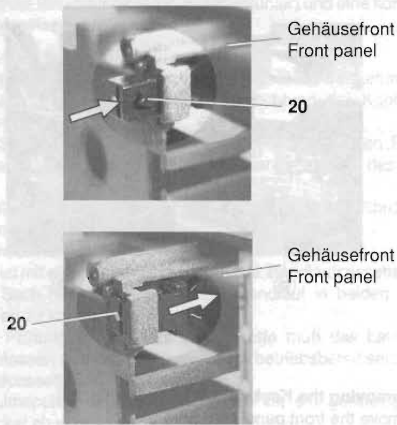

Fig. 17
- Druckschnapper **20** nach vorne aus der Halterung drücken (Fig. 17).
- Press the spring-loaded snap **20** towards the front from its holder (Fig. 17).